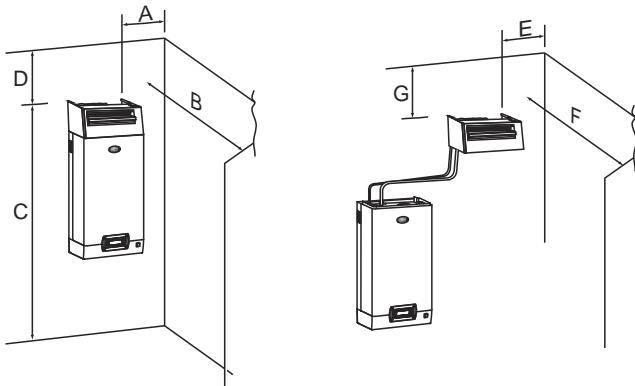

Fig. 3.c
2. le support de fixation en forme de «L» (voir détail 1 Fig. 3.b) est fourni avec les distributeurs de vapeur modèles DP085* à DP205*. Pour des longueurs inférieures, le support peut être fourni comme option (code 18C478A088).
Des distributeurs de vapeur pour application en ambiance. Ils sont équipés de ventilateur pour favoriser l'absorption de la vapeur dans l'air. Les distributeurs à vapeur ventilée VSDU0A* sont utilisables pour des humidificateurs ayant un débit maximum de 18 kg/h (39.7 lb/h); ils peuvent donc être utilisés pour UR002...UR013. Ils peuvent être raccordés au-dessus de l'humidificateur, ou séparément, à distance, en utilisant, dans ce cas, le support de fixation VSDBAS0001 (voir fig. 3.c). Une prise pour l'alimentation (24 Vca, bornes X1, X2) est prévue dans le tableau électrique pour ces distributeurs.